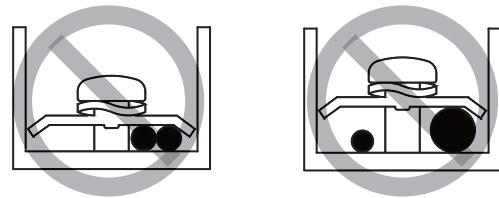

Figure 7.2
- Ne pas brancher deux cordons d'alimentation de diamètres différents sur la même borne d'alimentation. Dans le cas contraire, les fils risquent de surchauffer en raison d'un câblage trop lâche (voir Figure 7.2).